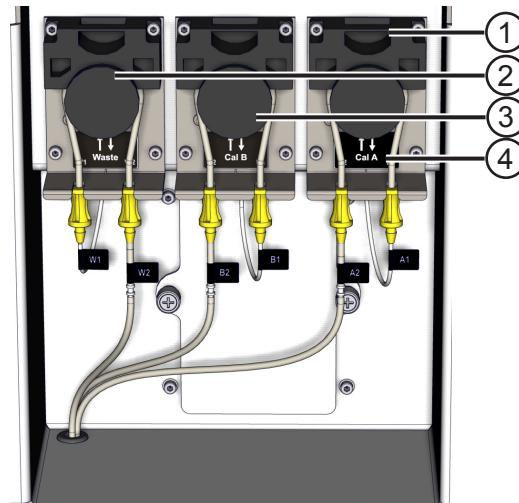

Ilustración 93 Conexión de los tubos de las bombas peristálticas
Inserte un tubo en cada bomba peristáltica. Para insertar el tubo en el cabezal de la bomba peristáltica libere la presión del cabezal estirando hacia arriba de la abrazadera (1), véase la Ilustración 93.